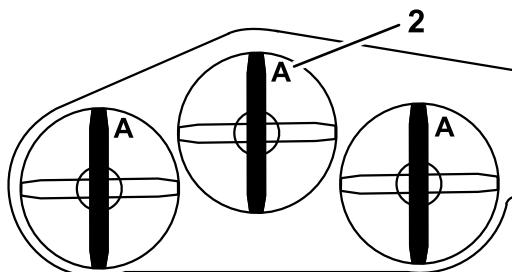

Figura 95
3. Gire las cuchillas hasta que los extremos estén orientados hacia adelante y hacia atrás (Figura 95). Mida desde una superficie nivelada hasta el filo de corte, posición A, de las cuchillas (Figura 95). Anote esta dimensión.